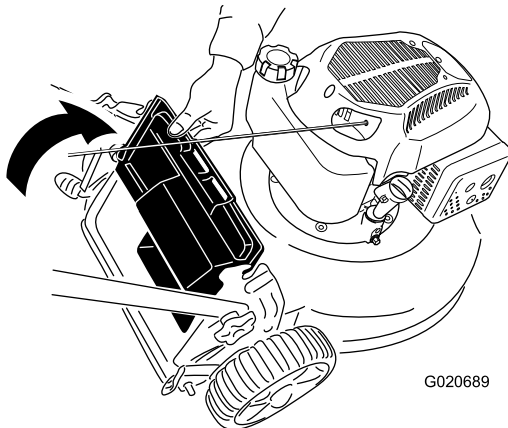

Bild 22
2. Heben und halten Sie das hintere Ablenkblech hoch (Bild 22).